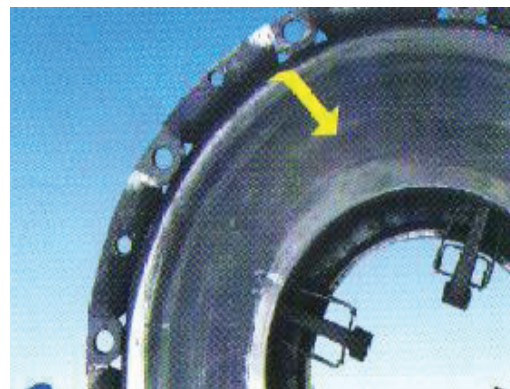

Рис. 3-3
- (1) Недостаточная сила сжатия дисков
- (2) Засаливание рабочей поверхности нажимного диска (рис. 3-3).